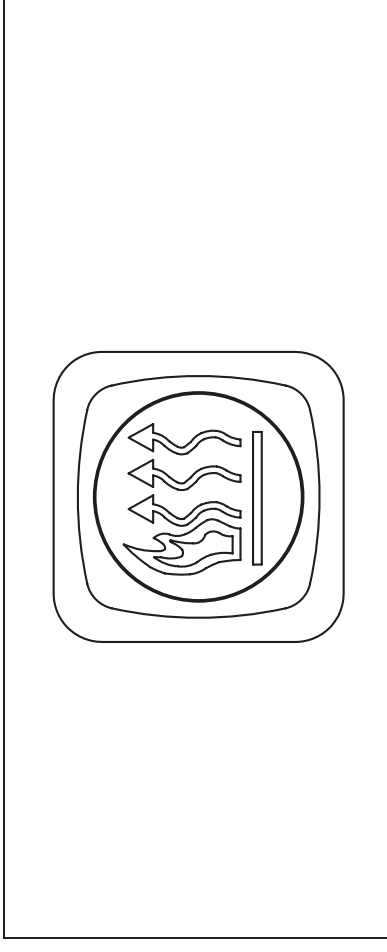

Fig. 48: LED tableau de bord
- Raccorder le câblage. Voir Fig. 48.